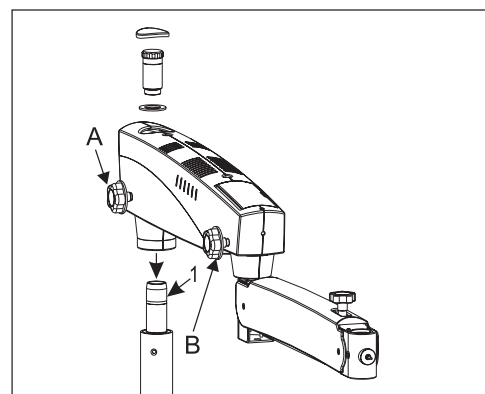

Fig. 4
Instale el conjunto del brazo giratorio sobre el eje vertical de soporte (1). Ver Fig. 4.